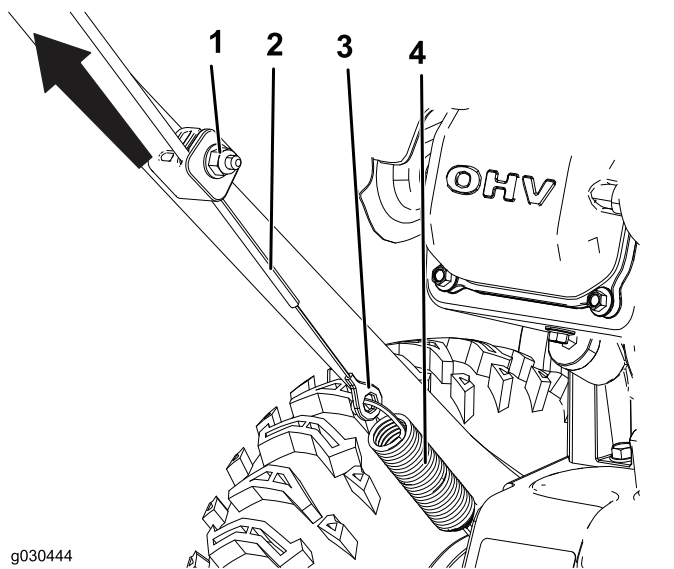

Рисунок 26
1. Ослабьте затяжку гайки нижнего зажима тросика, но не отворачивайте ее полностью (Рисунок 26).
2. Потяните тросик вверх, чтобы уменьшить его провисание (Рисунок 26).
3. Удерживайте тросик на месте и затяните гайку (Рисунок 26).